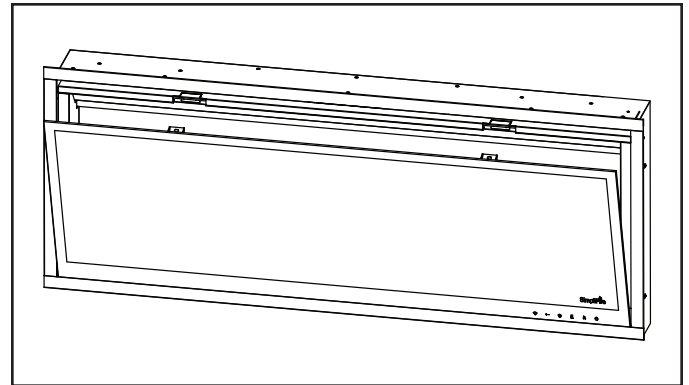

Figure 7.5 Installation de la vitre
1. Inclinez la vitre afin de placer le bord inférieur dans la rainure derrière la moulure extérieure. Voir la figure 7.5.